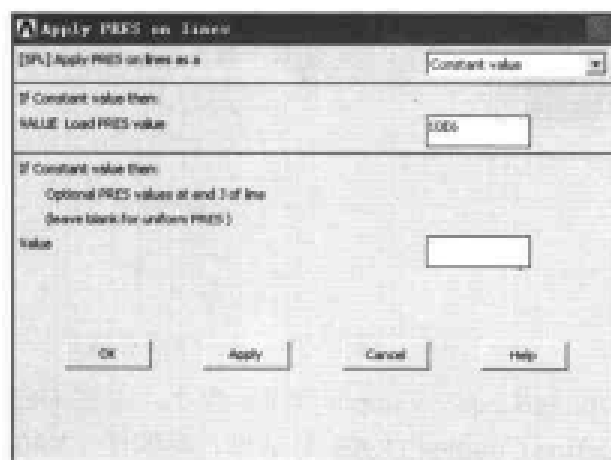

图 13-41 施加压力载荷对话框
(1) 选择 Main Menu | Solution | Analysis Type | New Analysis 命令, 出现 New Analysis 对话框, 选择分析类型为 Static, 单击 OK 按钮关闭该对话框。
(2) 选择 Main Menu | Solution | Define Loads | Apply | Structural | Pressure | On Lines 命令, 出现 Apply PRES on Lines 菜单, 在文本框中输入 3, 出现 Apply PRES on Lines 对话框, 参照图 13-41 对其进行设置, 单击 OK 按钮关闭该对话框。